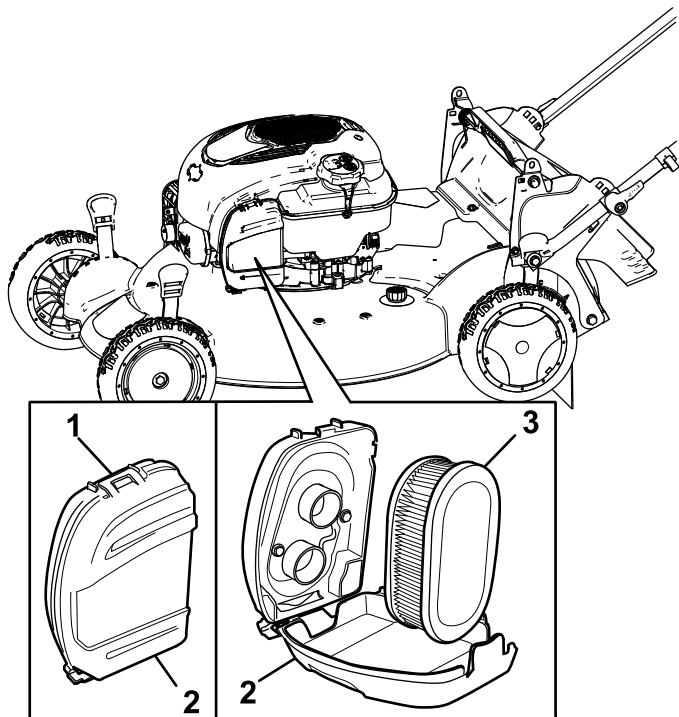

Figura 27
1. Abra los cierres de la parte superior de la tapa del filtro de aire (Figura 27).
2. Retire el filtro de aire (Figura 27).